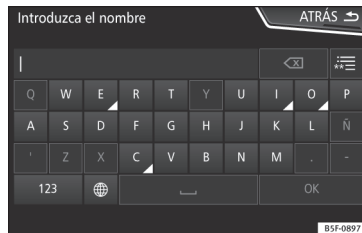

Fig. 201 Máscara de búsqueda.
• Introduzca el nombre del contacto que busca en la máscara **» fig. 201**. Mientras se van introduciendo los caracteres se va mostrando un contacto en el campo de entrada.